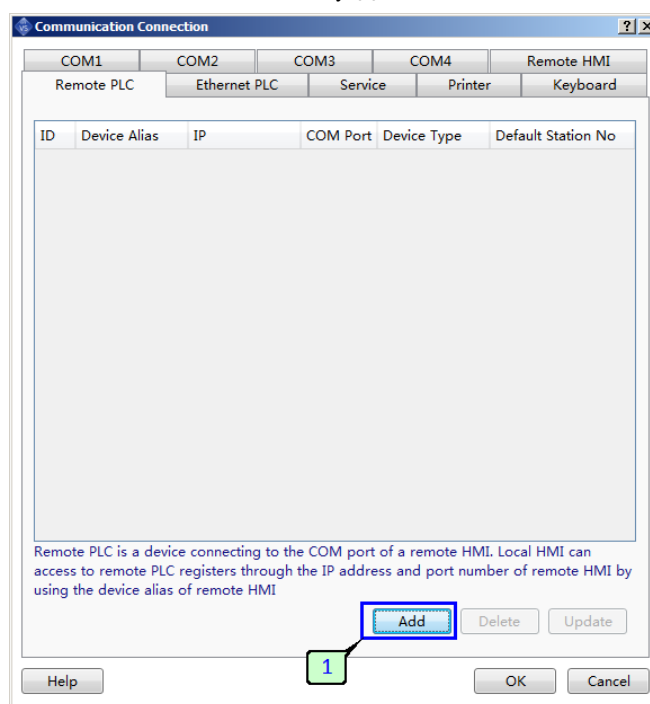

Рисунок 88 - Добавление нового подключения ПЛК
1. Для добавления нового подключения нажмите кнопку "Добавить" в нижней части окна настроек (рисунок 88).